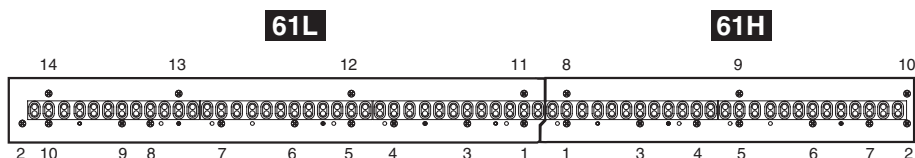

Fig. 6 (図 6)
※ 61L シートを取り付ける際、ネジを 1 から 14 まで順に締めてください。(図 6)
* When installing the 61L circuit board, tighten the screws in numerical order from 1 to 14. (Fig. 6)
* **When installing the 61H circuit board, tighten the screws in numerical order from 1 to 10. (Fig. 6)**
※ **61H シートを取り付ける際、ネジを 1 から 10 まで順に締めてください。(図 6)**